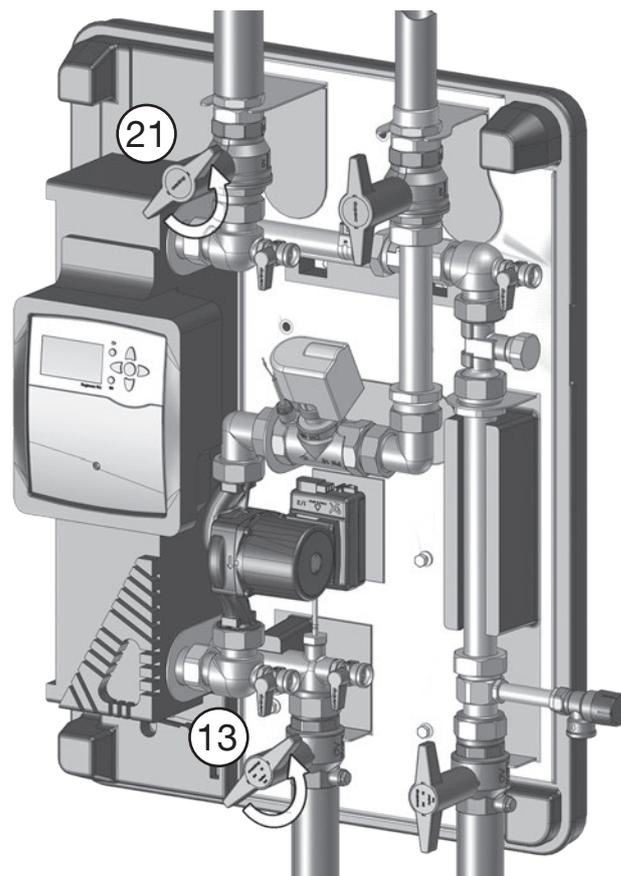

Fig. 5.12: Ouvrir les robinets d'arrêt à tournant sphérique (13) (E.C.S.) et 21 (retour circuit primaire)
17. Ouvrir les robinets d'arrêt à tournant sphérique (13 et 21) (Fig. 5.12).